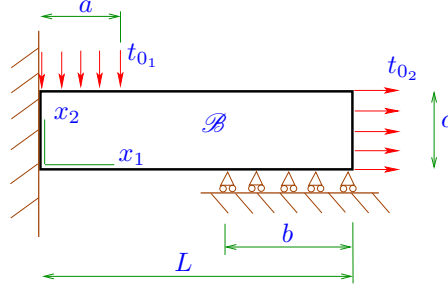

Figura 4: Placa empotrada.
- b) (5 puntos) Para la placa plana \mathcal{B} de la Figura 4, indique en detalle las condiciones de borde del problema de valor de frontera.